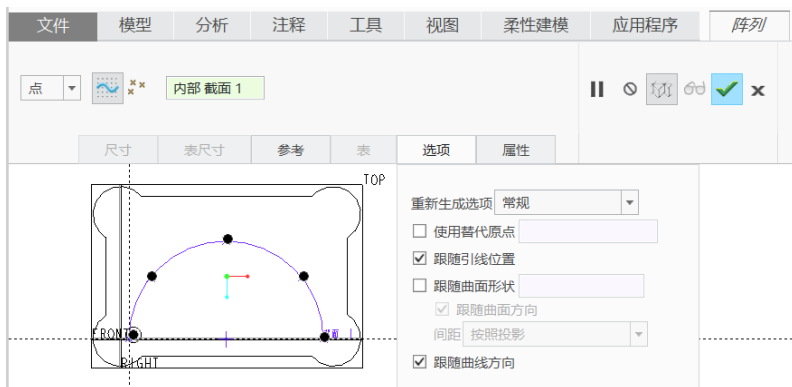

图 5-68 设置点阵列的相关选项
⑦ 在“阵列”选项卡的“选项”面板中设置图 5-68 所示的选项,其中要确保勾选“跟随曲线方向”复选框。